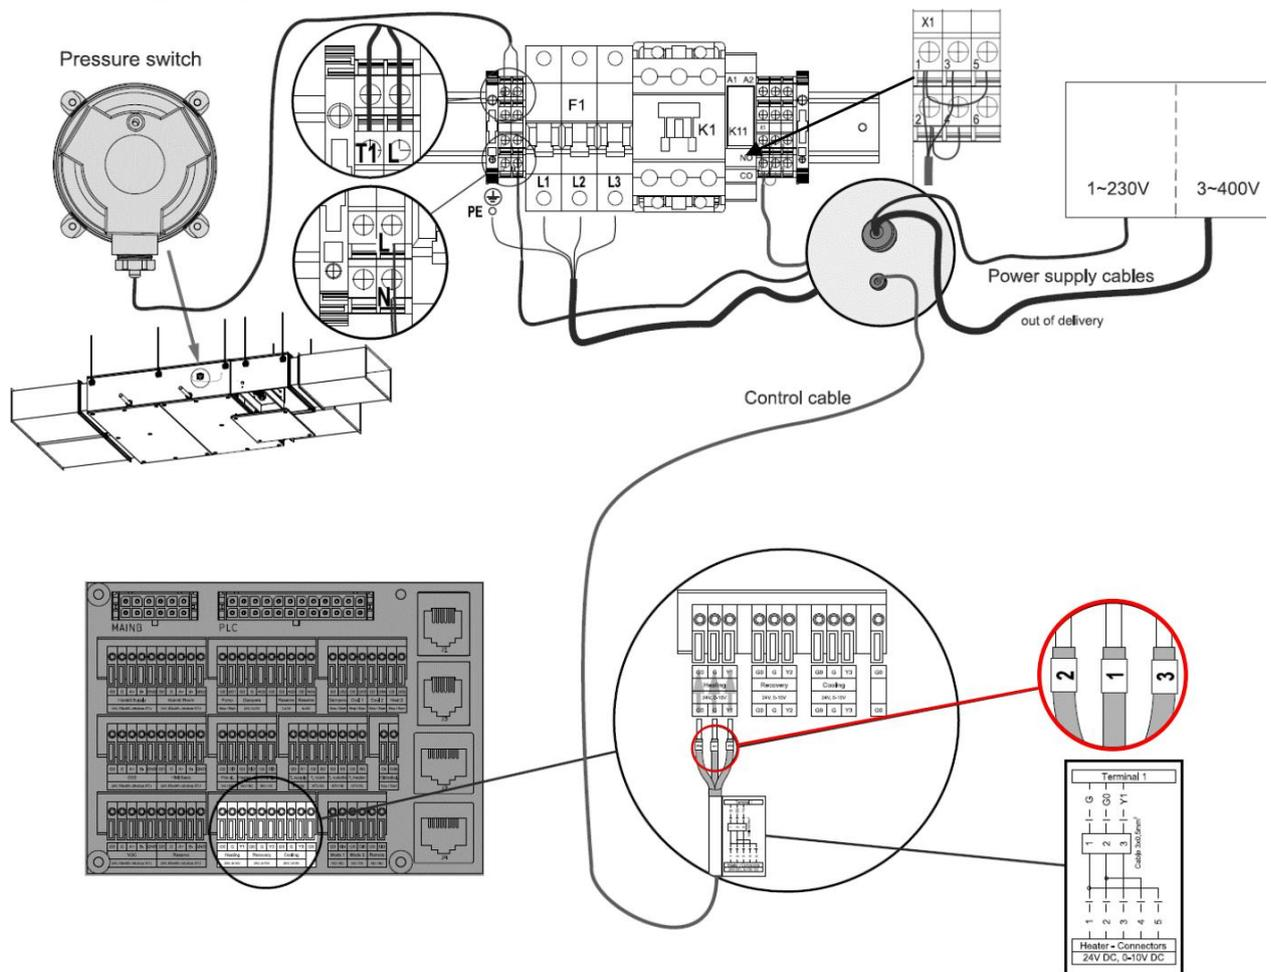

Рис. 14. Подключения электронагревателя.
Выполните все подключения (питание и управление) электронагревателя, как показано на рис. 14.
- Кабель датчика давления — будет подсоединен к клеммам T1 и L электронагревателя (рис. 14).
- Кабель питания (3x400В переменного тока) — подключается через силовой ввод (внешний) и соедин. с клеммами питания L1, L2 и L3, расположенными на выключателе питания F1 (рис. 14).
- Вспомогательный кабель питания (1x230В переменного тока) подключается через силовой ввод и соедин. с клеммами L и N (рис. 14).
- Кабель сигнала управления — подключается и соединяется с клеммной колодкой X1 (рис. 14).